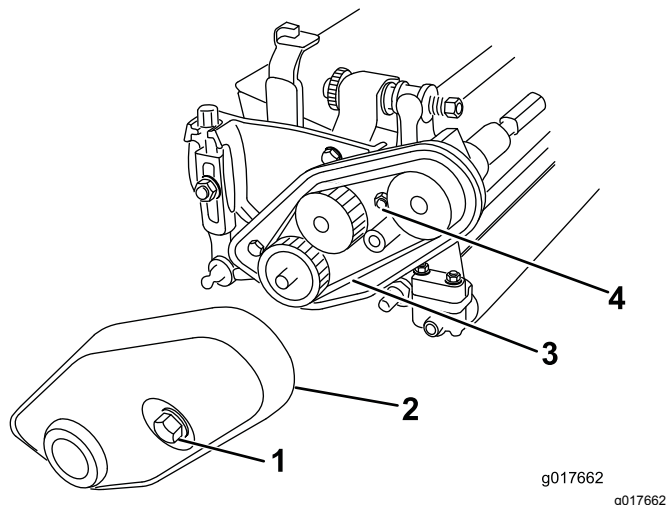

図 4
1. ベルトカバーをカッティングユニットの左側に固定しているキャプティブ組み込みボルトをゆるめてカバーを取り外す 図 4。
2. ベルト張りナットをゆるめてベルトを外す 図 4。